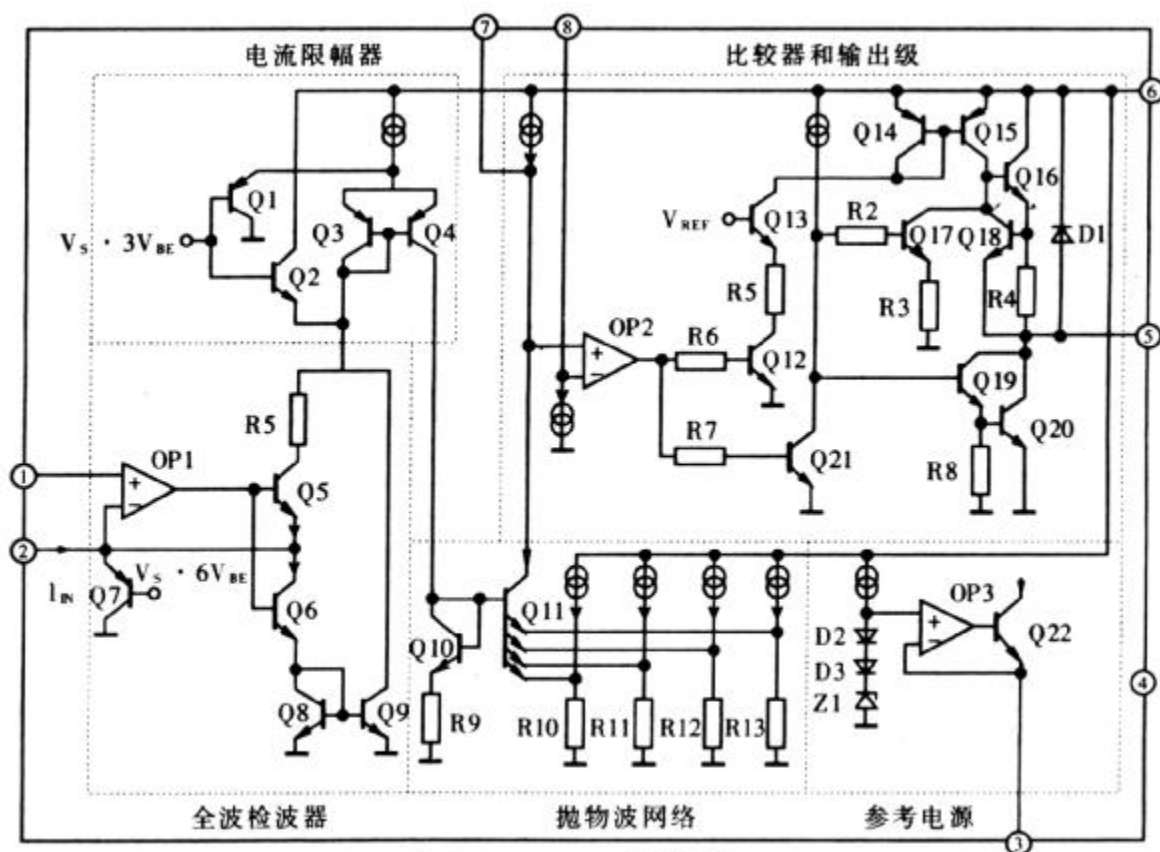

图 8 TDA8145 内部框图
本机芯所采用的枕形校正处理核心器件是TDA8145（见图8：）TDA8145是电视光栅东-西枕形校正集成电路，它的特点是：
场锯齿波信号由②脚进入TDA8145内部，在内部进行整形。将场锯齿波整形成场抛物波的形式分两路。一路由⑦脚输出或反馈输入（看内部图8），同时，另一路经比较输出级进行缓冲放大，从⑤脚输出，经V551（2SA940）进行射随放大，然后经行脉冲隔离电感去调制行锯齿波电流，达到行锯齿波电流的变化随着场抛物波变化而变化，完成枕形校正。